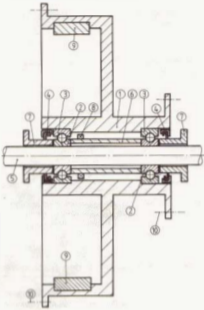

Bild 219
Das Konstruktionsprinzip ist jedoch bei allen Rädern das gleiche, es wird in Bild 219 gezeigt. Daraus ergeben sich zwei Möglichkeiten zum Ausbau der Radlager, von denen die aufwendigere den Vorzug hat, die Bauteile zu schonen und dadurch eine eventuelle Wiederverwendung zu ermöglichen.
- Scharfkantig angeschliffenen Treibdorn am Innenring des Radlagers ansetzen, welches dem Zentrierung (Teil 8 in Bild 219) gegenüberliegt (das deshalb, weil sich die Distanzhülse an ihrer zentrierfreien Seite um etwa 1 mm zur Seite drücken lässt. Das genügt für die scharfe Kante des Treibdorns, das Lager etwas aus seinem Sitz [Lagerausnehmung] herauszutreiben. Natürlich tut das den Kugeln und den Laufflächen in den Ringen nicht gut, ein so ausgebautes Lager ist nicht wieder verwendungsfähig).